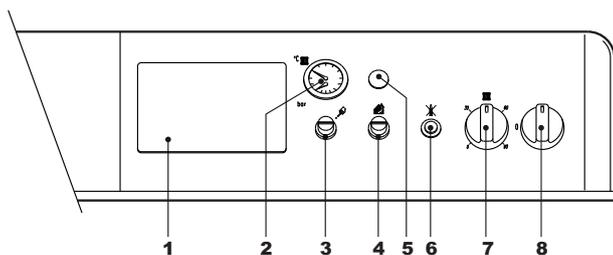

рис. 1 - Панель управления
- Переведите выключатель котла "8" в положение 1 (рис. 1).
- Если котел оборудован электронным термостатическим блоком управления, установленным в положении 1 рис. 1 на , пользователь должен также соблюдать инструкции, предоставляемые изготовителем данного блока.
Задать с помощью термостата температуру воздуха в помещении нужную температуру внутри помещения. При поступлении команды от комнатного термостата котел включается, обеспечивая нагревание воды в системе отопления до температуры, заданной регулирующим термостатом 7 на рис. 1. При достижении в помещении желаемой температуры котел выключается.